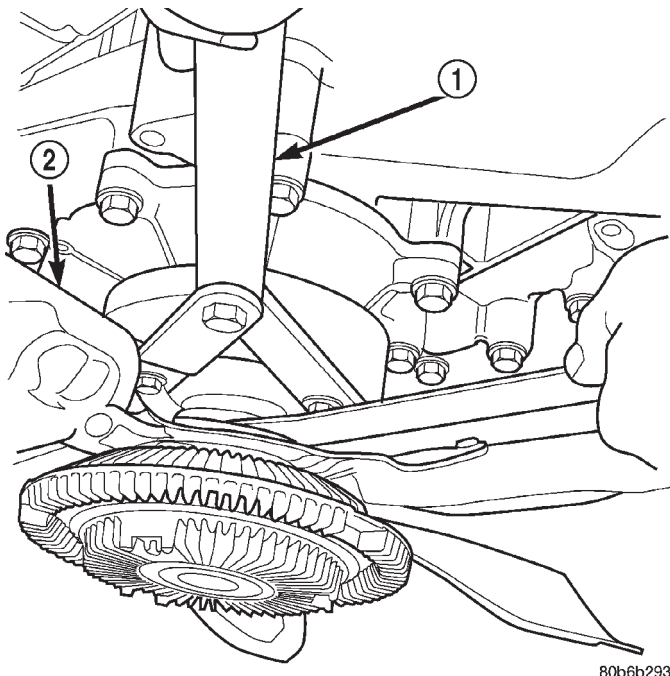

Abb. 64 Lüfter—Ausbau/Einbau
(1) Batterie-Minuskabel (-) abklemmen.
(2) Antriebsriemen/Zusatzaggregate demontieren. Siehe "Kühlanlage".
(3) Kühlmittel ablassen. Siehe "Kühlanlage".
(4) Oberen Kühlerschlauch ausbauen.
(5) Obere Lüfterabdeckung demontieren. Siehe "Kühlanlage".
(6) Lüfter und Viscokupplung von der Wasserpumpe lösen, dazu die Spezialwerkzeuge 6958 mit den Adapterstiften 8346 verwenden (Abb. 64).
(7) Lüfter und Visco-Einheit ausbauen.
(8) Steckverbinder des in der Kühlerabdeckung installierten Lüfters abziehen.